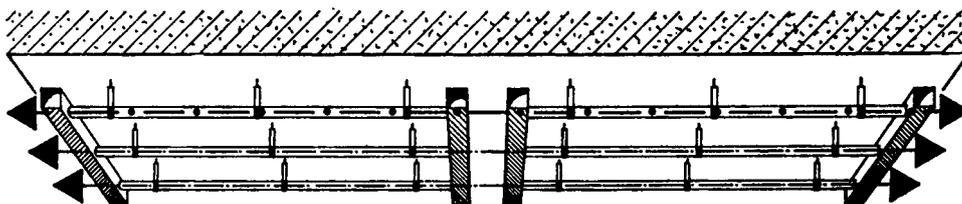

Abb. 8 Ausgefluchtete, hintereinanderliegende Register
7. Bei hintereinanderliegenden Registern müssen die 1/2" Registerrohre exakt in Linie ausgefluchtet werden (Abb. 8). Eine Abweichung von nur 1 mm stellt die einwandfreie Montage der Decke in Frage.